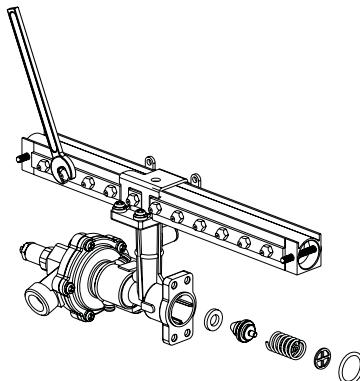

Рисунок 15
- 2.8.8 Замените регулирующий клапан подачи газа на пружинном узле расположенному между гидравлическим и газовым блоком (уделяя внимание направлению установки и соответствующего положения) и замените сопла на коллекторе горелки и сопло в пилотной горелке. Сборка осуществляется в обратной последовательности разборки (рисунок 15).
2.8.10 Регулировка давления на регулирующем клапане (рисунок 15)